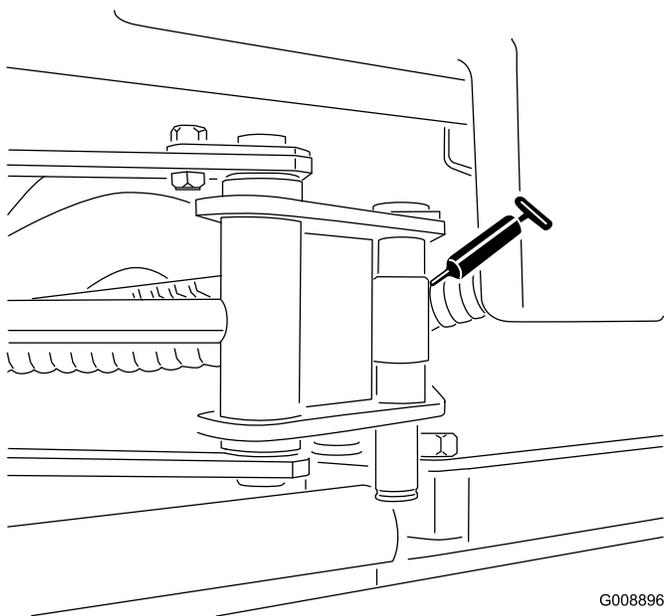

Figura 52
- Estremità del cilindro SideWinder (2; solo modello 03171) (Figura 52)